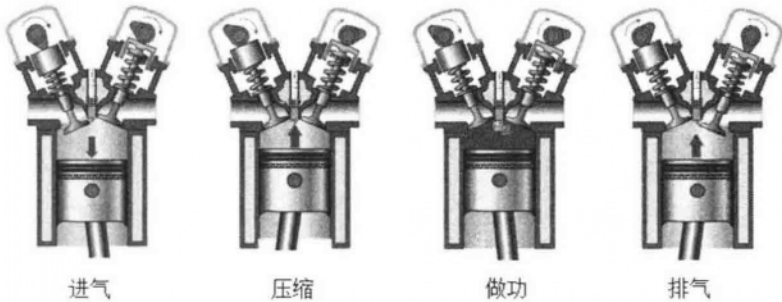

图 1-18 四冲程汽油机工作循环
(1) 四冲程汽油机的工作原理。四冲程汽油机的运转是按进气行程、压缩行程、做功行程和排气行程的顺序不断循环反复的, 如图 1-18 所示。